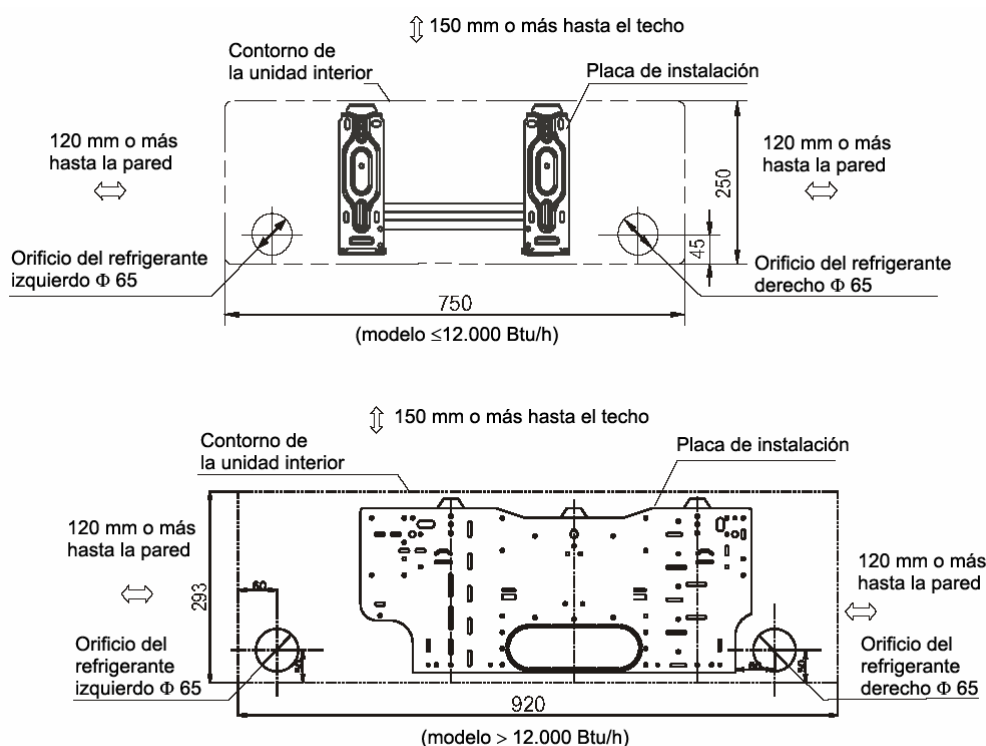

Figura 5
1. Determine las posiciones de los orificios de acuerdo con el diagrama de la figura 5. Taladre un (1) orificio ( $\Phi$  65 mm) ligeramente inclinado hacia el exterior.